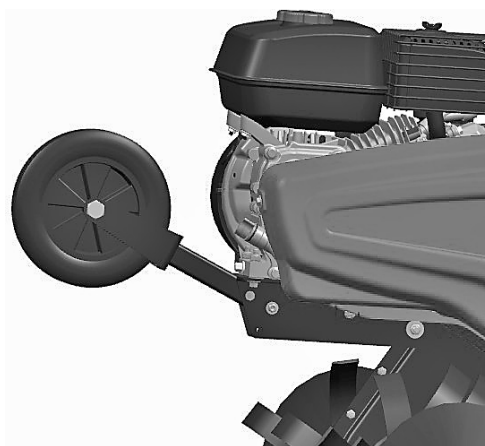

Abbildung 16
- Stellen Sie das Stützrad der Motorhacke auf die in Abb. 16 gezeigte Position ein, wenn Sie ein Feld befahren.